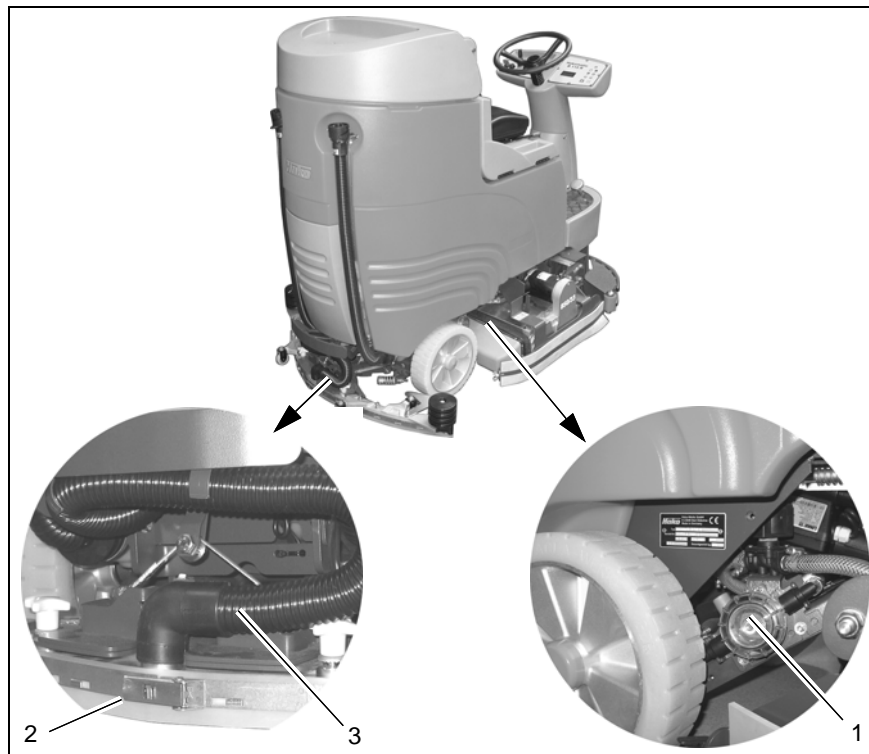

fig. 16
4. Contrôler le filtre d'eau propre (fig. 16/1).
5. Contrôler les bavettes (fig. 16/2) et le flexible d'aspiration (fig. 16/3).